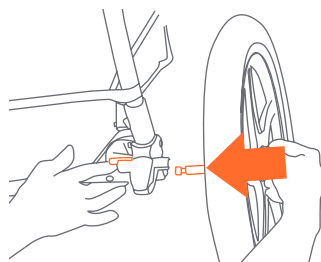

Fig. 6
- 6) • Pencher la Poussette pour qu'elle repose sur la roue avant. Pour fixer les roues arrière, insérer l'axe de chaque roue dans l'emplacement en plastique (Fig. 6). Appuyez sur le levier en métal à l'intérieur du cadre tout en insérant l'axe dans le montage. Lorsque l'axe ne rentre plus, relâcher le levier.